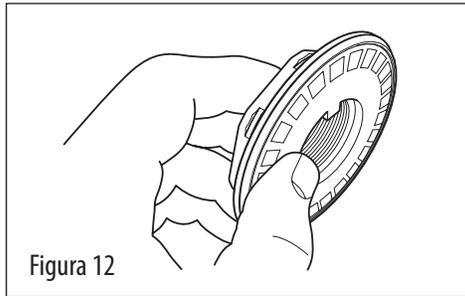

Figura 12
1. Asiente la arandela plana sobre el dorso de la tuerca de husillo (vea la figura 12).